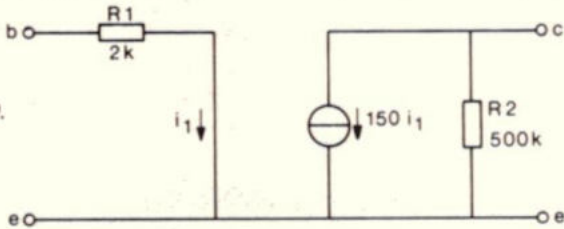

Fig. 30.
6. Bepaal de h-parameters voor een transistor waarvoor het vervangingschema van fig. 30 geldt.